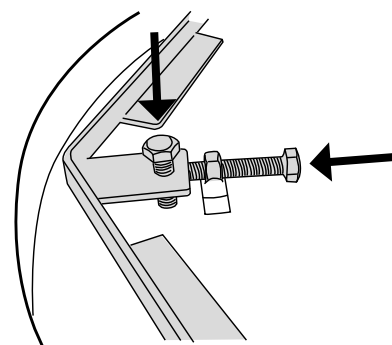

Bild 14: Justering av täljsten
13. Frontstenen ovanför eldstaden kan justeras mot ramen med hjälp av justeringen på fästramen (se bild 14).